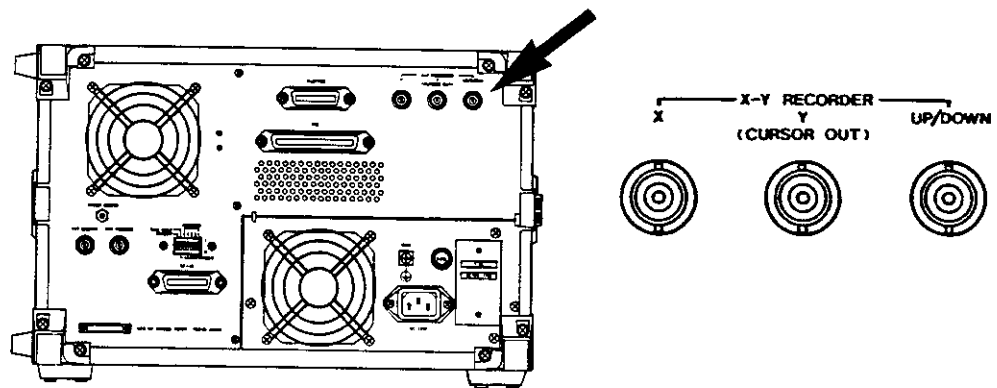
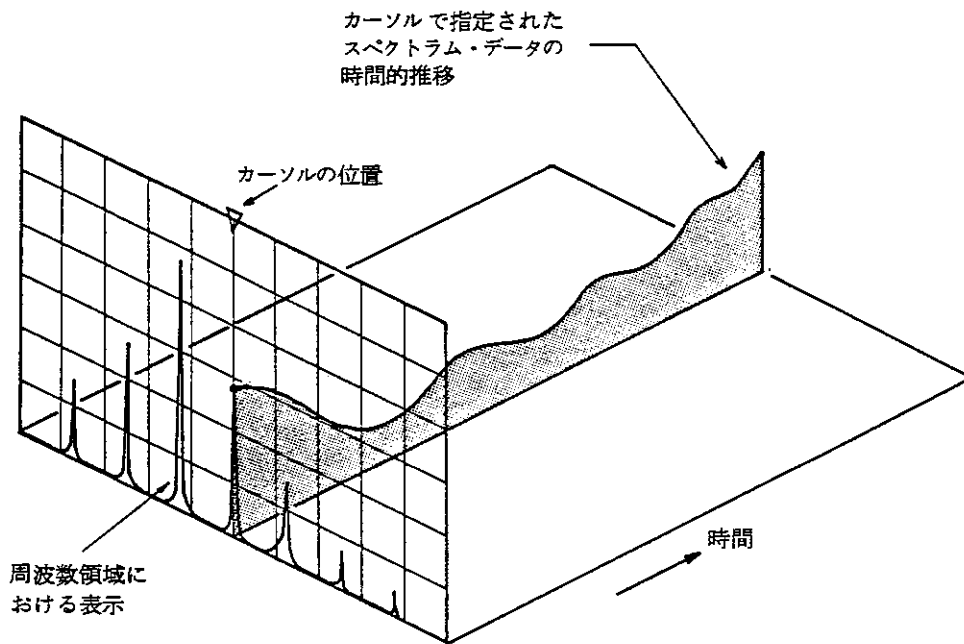

図 4-3 外部機器接続用コネクタ
図 4-4 CURSOR OUT. モードにおけるスペクトラム・データの時間的推移
これら2つの出力モードの接続は、〔図4-3〕に示すように **BNC** コネクタで用意されています。
**ANALOG OUTPUT**部の **CSR OUT** スイッチのランプが点灯している場合は、“**CURSOR OUT**”モードになっていることを意味します。“**CURSOR OUT**”モードとは、〔図 4-4〕に示すように、**CURSOR** セクションが **CURSOR-ON** モードにおいて、カーソルで設定したスペクトラムの振幅の情報が〔図 4-3〕の **X-Y RECORDER (CURSOR OUT)** 端子からアナログ電圧で出力されることです。したがって、この機能を利用して任意のスペクトラムのレベル変動の時間推移を、チャート・レコーダ、オシロスコープ、デジタル電圧計などに接続して読み取ることができます。
[図4-3]の**X-Y RECORDER**の3つの端子をそれぞれ, X-Yレコーダに接続します。X軸, Y軸の出力電圧は, 0Vから約1.2Vです。